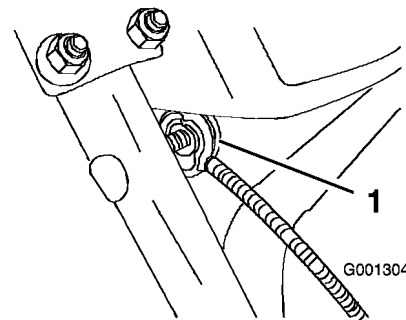

Figura 7
3. Togliete il dado e la rondella dalla stegola, attaccate alla stegola il serrafilo presente sul cavo, e serrate a mano il dado (Figura 7).